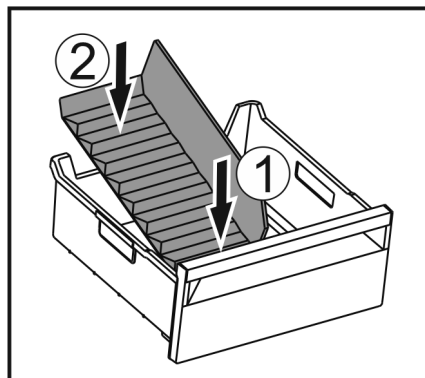

Fig. 100
- ▶ Voorste deel van de ijsvak-scheider plaatsen. Fig. 100 (1)
- ▶ Achterste deel van de ijsvak-scheider tot de bodem van de lade laten zakken. Fig. 100 (2)